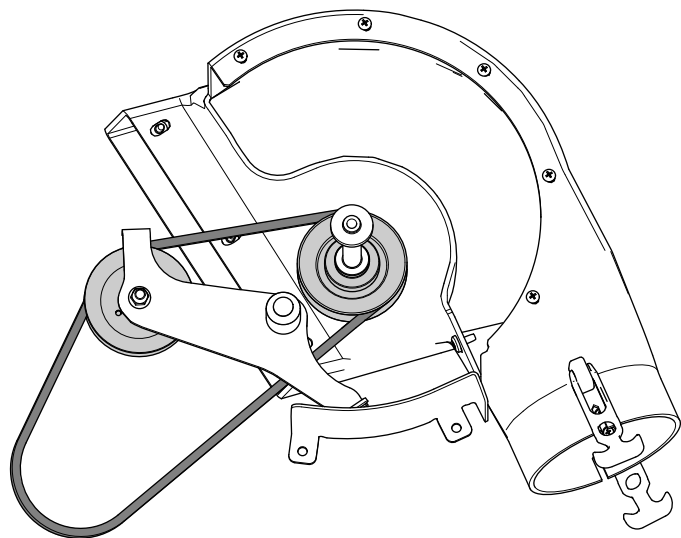

**Figura 40**
1. Allineate il perno girevole sul soffiatore con il relativo foro nel piatto di taglio (Figura 40).
3. Abbassate il soffiatore e fate scorrere il perno girevole nel foro del perno (Figura 40).